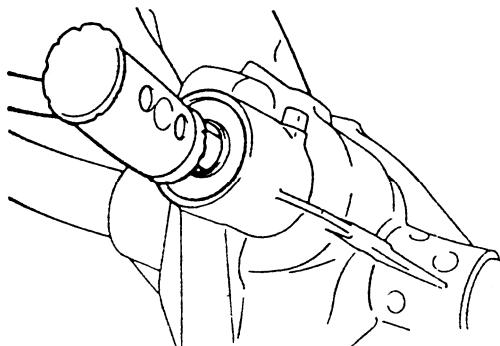

图 4-110 拆卸驱动小齿轮总成
(6) 拆卸驱动小齿轮总成时, 如图 4-110 所示, 以塑胶榔头轻敲差速小齿轮使之松动, 敲击时应握住差速小齿轮避免掉落及损伤。在驱动小齿轮槽尾端, 附有轴承预负荷垫片, 该垫片可附着于轴承、驱动小齿轮或两者。垫片须整组放置良好, 切勿松散。并且勿毁伤垫片 (垫片厚度分别为 0.075mm、0.125mm、0.250mm 及 0.750mm), 若有损伤则须更换。